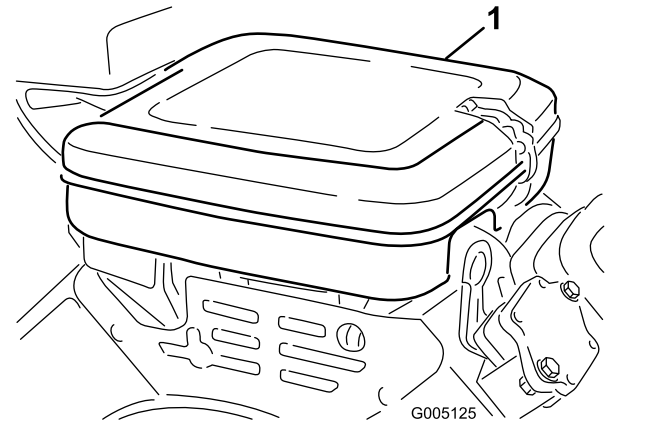

Bild 24
1. Reinigen Sie die Luftfilterabdeckung (Bild 24).